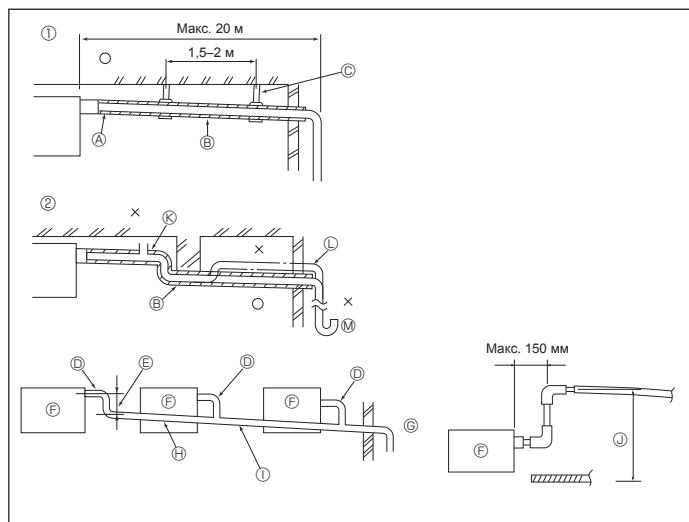

Fig. 6-1
6.1. Дренажные трубы (Fig. 6-1)
- ① Правильное соединение труб
- ② Неправильное соединение труб